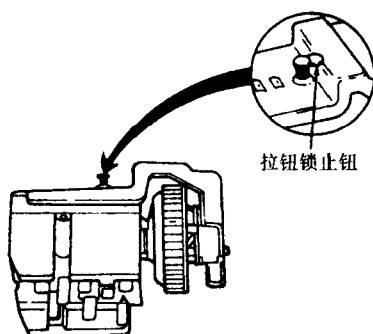

图 1-6 前照灯开关拉钮和
- 4) 拉出前照灯拉钮到打开（ON）的位置，压下前照灯拉钮和拉杆的锁止钮（见图 1-6），从开关上拆下拉钮和拉杆总成。